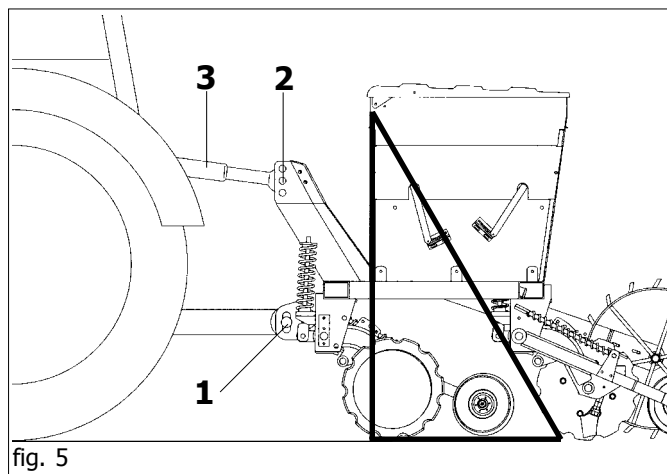

fig. 5
- 1) Agganciare le barre del sollevatore sui perni predisposti (1 fig. 5). Bloccare con le copiglie a scatto.
- 2) Collegare il terzo punto superiore (2 Fig. 5); la spina va bloccata con l'apposita copiglia; mediante il tirante di regolazione (3 Fig. 5) fare in modo che la seminatrice sia perpendicolare al terreno.
Per garantire la corretta posizione di lavoro della macchina verificare la lunghezza del braccio del terzo punto per macchina portata, (1 fig. 5). Infine, si consiglia di caricare maggiormente le molle degli elementi che operano dietro alle ruote della trattrice, e di tendere bene le catene o i tiranti laterali dell'attacco a tre punti per dare stabilità alla macchina.